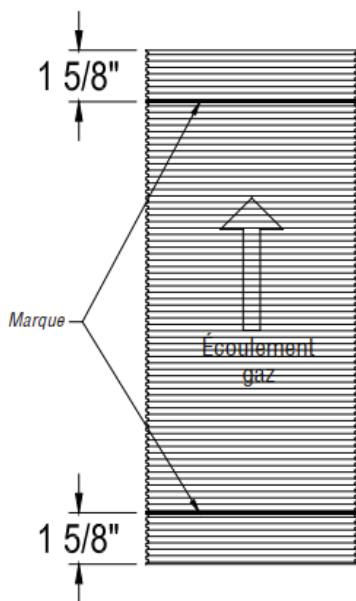

Figure 16 - Ligne de marqueur Secure Seal Flex
1.1. Si l'on coupe la doublure sur le fi est requis domaine, assurez - vous que la coupe est carrée. Tracez une ligne de marqueur aux deux extrémités de la doublure à 1 5/8" de chaque extrémité. Cette marque servira de point de référence lorsque les adaptateurs seront entièrement installés sur la doublure fl ex. (Figure 16).